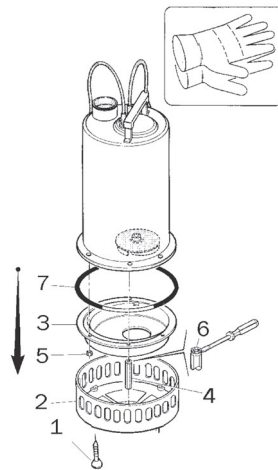

FIG. 10 • RIGHT
- die drei Befestigungsschrauben (1) des Filters lösen;
- den Filter (2) entfernen;
- die drei Distanzstücke (4) und die drei Muttern (5) lösen und die Bodenplatte (3) entfernen;
- mit einem kleinen flachen Schraubenzieher die Nylonrosetten (6) entfernen und vor dem Wiedereinbauen ersetzen, da sie bei der Entfernung der Spirale beschädigt werden.
- darauf achten, dass die O-Ringdichtung (7) nicht beschädigt wird.
7.3. ELEKTROPUMPE RIGHT (ABB. 10)
- die drei Schrauben (1) lösen, mit denen die Füßchen und die Seite des Deckels der Ansaugung (2) befestigt sind;
- darauf achten, dass die O-Ringdichtung (3) nicht beschädigt wird.